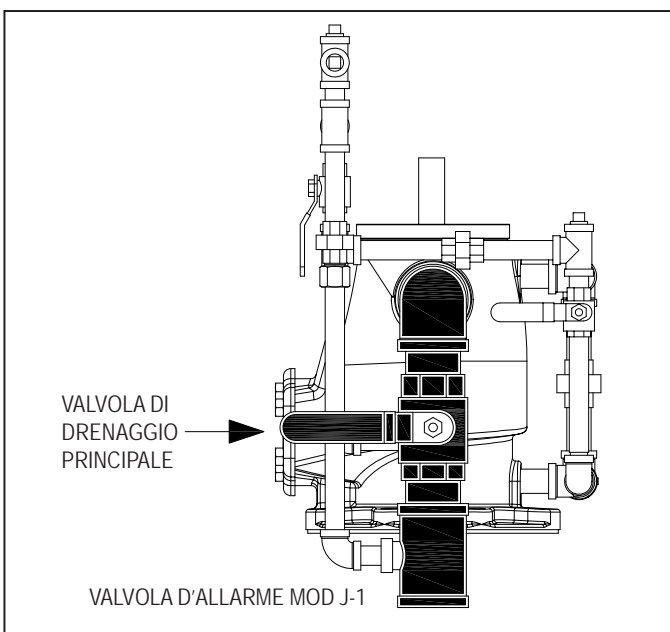

Figura 33
6. La valvola principale di drenaggio, le valvole ausiliarie di drenaggio e il dispositivo di prova impianto sono fermamente chiusi (Figura 33)